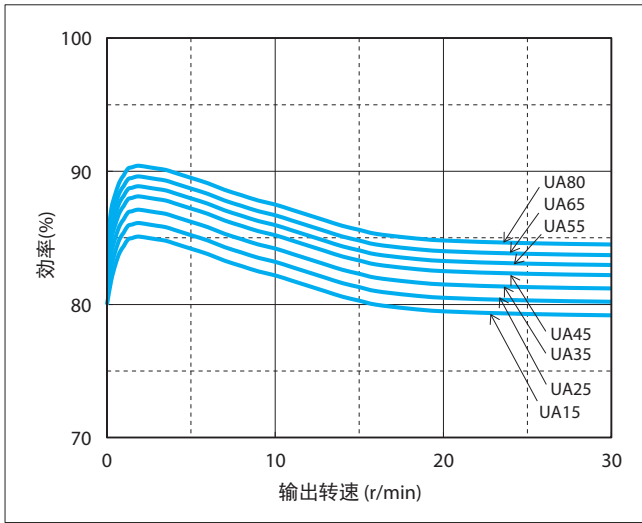
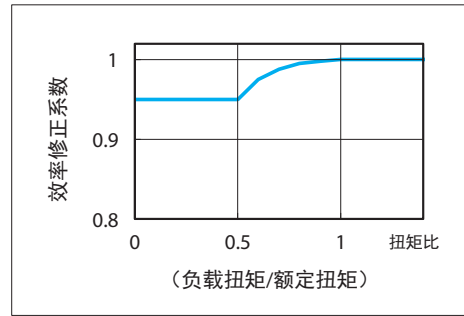

图 11 效率曲线
图 12 效率修正曲线
- 图 11 为额定负载扭矩、润滑脂温度稳定时，效率平均值与磨合运转后输出转速的关系。
- 负载扭矩非额定扭矩时，请根据图 12 的效率修正曲线修正效率。
修正后效率 = 效率值 (图 11) × 效率修正系数 (图 12) (式 6)
- 注) 1. 负载扭矩小于额定扭矩时，效率值降低。请从图 12 中获得效率修正系数。